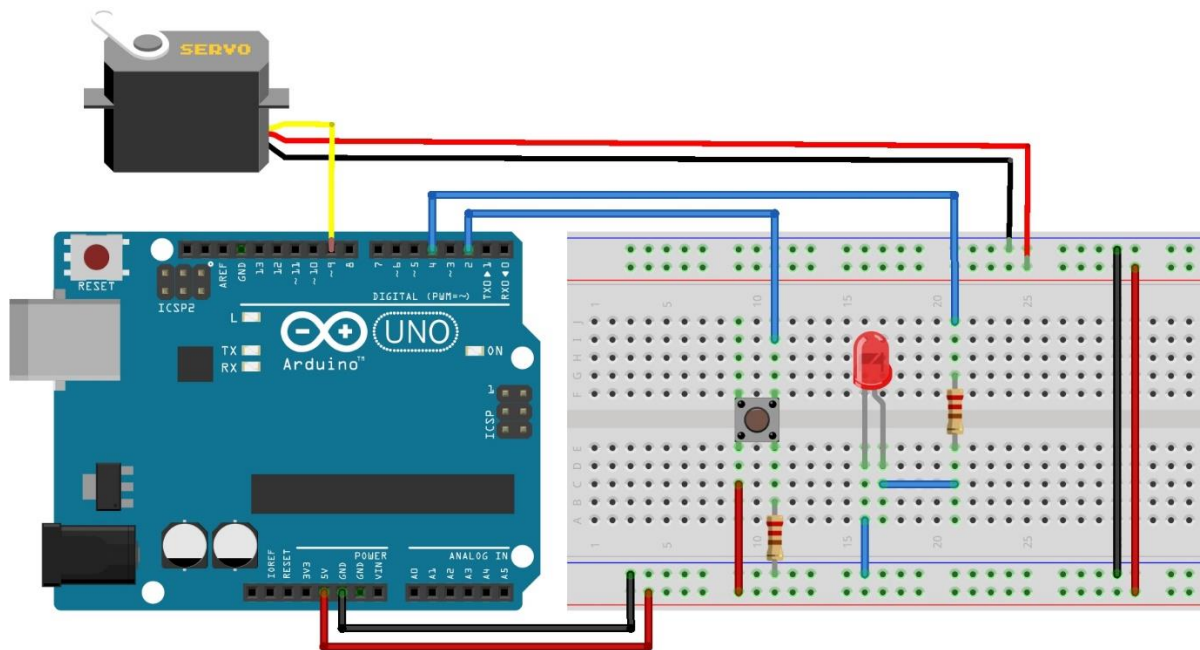

Рисунок 8.1 – Схема управления сервоприводом с использованием кнопки
1. Спроектируем схему данного устройства (рисунок 8.1):